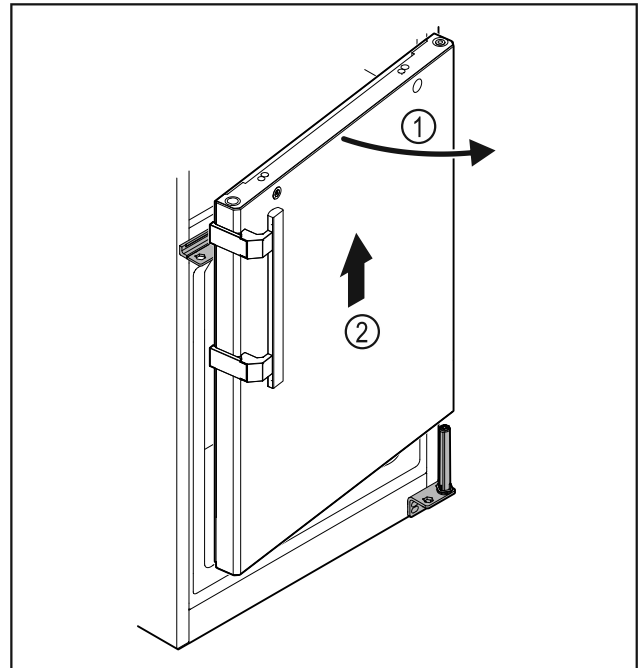

Fig. 33
- ▶ Ouvrir légèrement la porte, la soulever Fig. 33 (1) droite d'environ 200 mm et la retirer Fig. 33 (2).